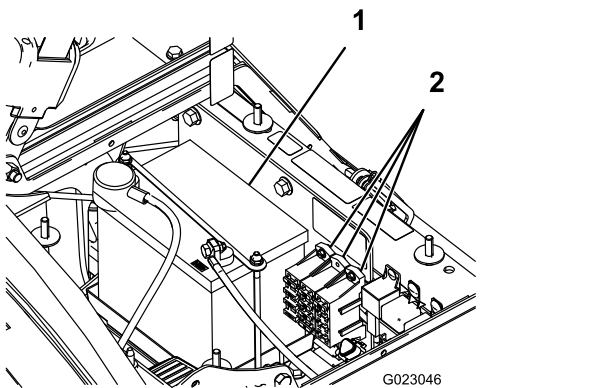

Figura 46
Vi sono due fusibili e uno slot vuoto nell'impianto elettrico, sotto il sedile (Figura 46).
2. La batteria è posizionata sul lato destro della macchina, dietro la pompa (Figura 46).
5. Togliete la cinghia della batteria e i dispositivi di fermo (Figura 46).
2. Montate la cinghia della batteria e fissatela con i dispositivi di fermo tolti in precedenza (Figura 46).
4. Montate il coperchio della batteria e fissatelo con le due manopole (Figura 46).
1. Allentate le manopole ai lati della cassetta della batteria e togliete il coperchio della batteria (Figura 46).